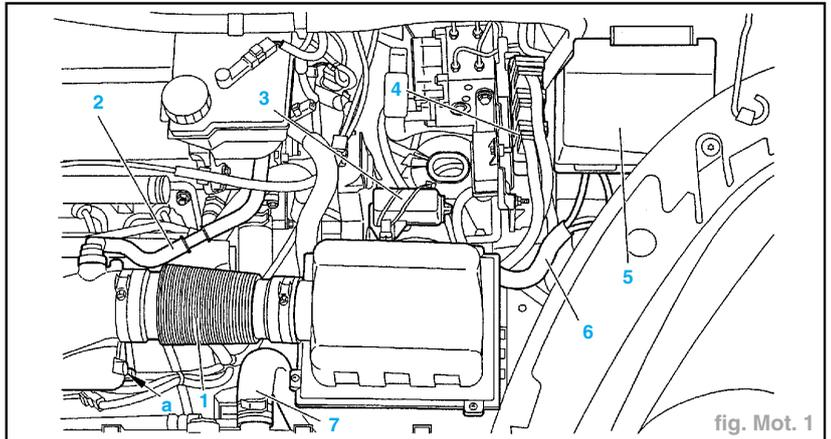
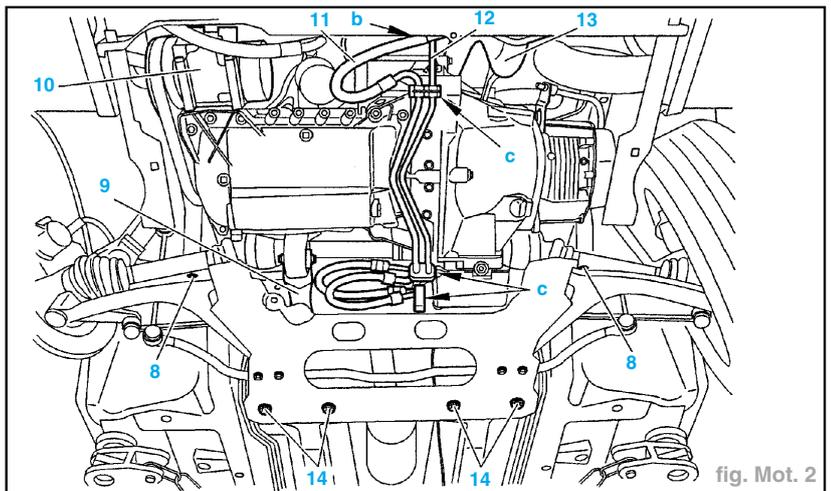

fig. Mot. 1
fig. Mot. 2
- Desserrer le collier du conduit d'air (1) par l'orifice "a" (fig. Mot. 1).
- le conduit (1) avec l'ensemble filtre à air,
- le couvercle du berner (3),
- le couvercle de la boîte à fusibles (5),
- le couvercle du boîtier de calculateur (4).
- la durit supérieure (7) du radiateur de refroidissement,
- le tube de recyclage d'air (2),
- déconnecter le compresseur de climatisation (10) (fig. Mot. 2),
- l'écrou (18) (couple de serrage : 6,5 daN.m),
- la bride (15),
- les 3 vis (17) (couple de serrage : 4,5 daN.m).
- Descendre la table élévatrice (1).
- Enlever la table élévatrice (1).
- Reposer (fig. Mot. 2) :
- les vis (8) et (14) (couple de serrage : 8,5 daN.m),
- connecter le compresseur de climatisation (10),
- Accoupler la durit (11) (en "b").
- Clipper les durits (11) et (12) (en "c").
- Reposer (fig. Mot. 1) :
- le calculateur (4).